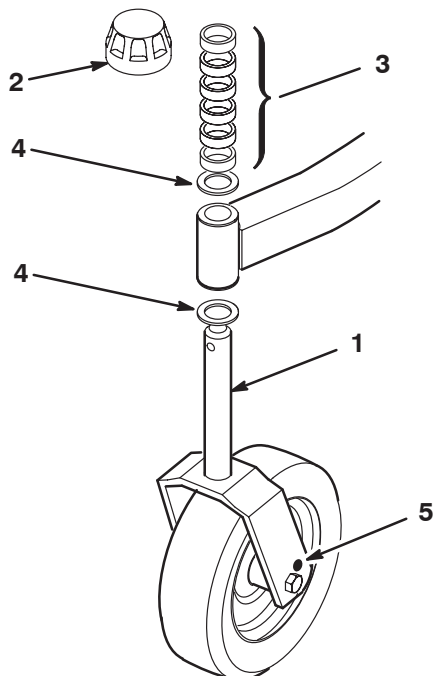

Bild 10
2. Bohren Sie in jede Seite der Laufradgabeln im Loch mit einem Durchmesser von 11 mm (Bild 10 und 11), bis zu einem Durchmesser von 12,7 mm oder 13,1 mm erzielt wird.
1. Entfernen Sie die Spannkappe von der Spindelwelle und schieben Sie die Spindel aus dem vorderen Laufradarm heraus. Nehmen Sie die Scheibe von der Spindelwelle. Schieben Sie die Distanzstücke auf die Spindelwelle, um die gewünschte Schnitthöhe zu erhalten. Schieben Sie dann die Scheibe auf die Welle (Bild 10).
2. Drücken Sie die Laufradspindel durch den vorderen Laufradarm. Setzen Sie die andere Druckscheibe und die restlichen Distanzstücke auf die Spindel und befestigen Sie die Teile mit der Spannkappe (Bild 10).